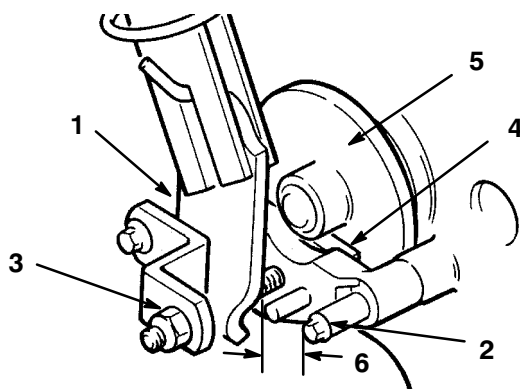

Figure 27
2. Mesurez la distance entre le bras d'actionnement du frein à disque et la goupille de butée sur l'ensemble support d'essieu (Fig. 27). Elle ne doit pas dépasser 6 mm.
3. Si elle dépasse 6 mm, serrez le contre-écrou pour réduire l'écart (Fig. 27).
4. Lorsque le frein de stationnement est desserré, vérifiez l'écart entre les plaquettes de frein et le disque à l'aide d'une jauge d'épaisseur (Fig. 27). L'écart correct est égal à 0,25 mm.